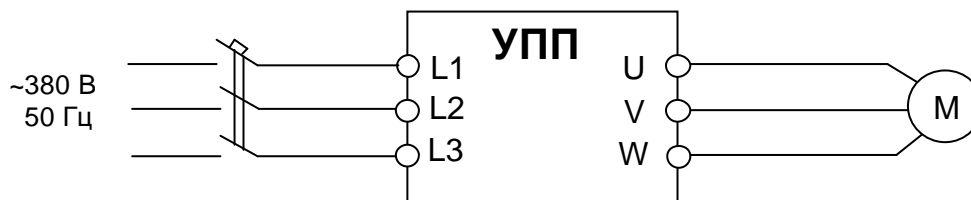

Рис. 4.9. Подключение к УПП электродвигателя.
4.10.2. Подать напряжение ~380В и ~220В (рис. 4.9).